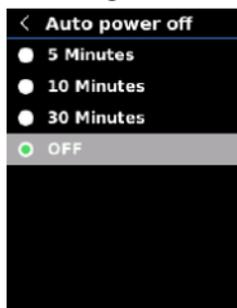

Fig. 20
2. Appuyez sur les boutons  $\wedge$  et  $\vee$  pour sélectionner l'option de mise hors tension automatique souhaitée entre "Off", "5 min", "10 min" ou "30 min" (Fig. 20).